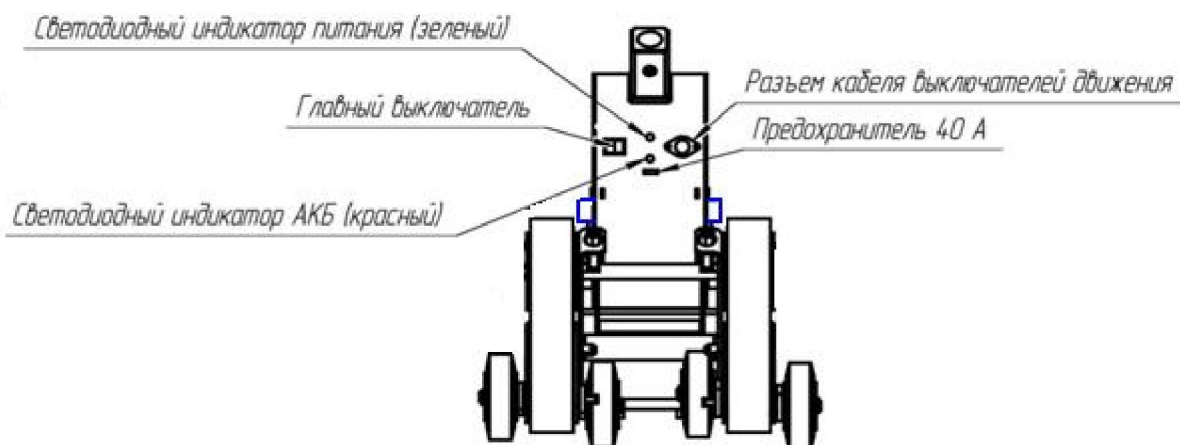

Рис.6. Элементы системы управления
Также размещен штекер (Рис.6б) для подключения электрического кабеля, который подключает аварийный спуск подъемника на лестничную площадку.
**4.1. Главный выключатель** (Рис.6) выполняет функцию подключения бортовой сети подъемника к источнику питания и имеет два фиксированных положения :
- 2) С помощью зацепов съёмной опоры (Рис.6а) под кресло-коляску с закреплением её винтом к основанию рулевой колонки.
**Рис.6а. Установка съёмной опоры**
- включить главный выключатель (Рис.6) , светодиодный индикатор должен светиться зеленым светом;
- поставить подъемник в удобное место для установки на него кресла-коляски с пассажиром, освободить основание рулевой колонки от фиксирующих защелок, соединяющих его с гусеничным агрегатом (Рис.6б, 6в).;
- освобождение от защелок производить рукой, поднятием защелок вверх (Рис.6б,6в);
Рис.6б. Фиксирование кронштейна рулевой колонки
Рис.6в. Фиксирование кронштейна рулевой колонки
Рис.6г. Кабель для аварийного спуска
Рис.6д. Наклон кронштейна рулевой колонки для фиксирования спинки кресла
- приложив небольшое усилие, отвести рулевую колонку движением на себя вниз, до зацепления рулевой колонки защелками (Рис.6д);